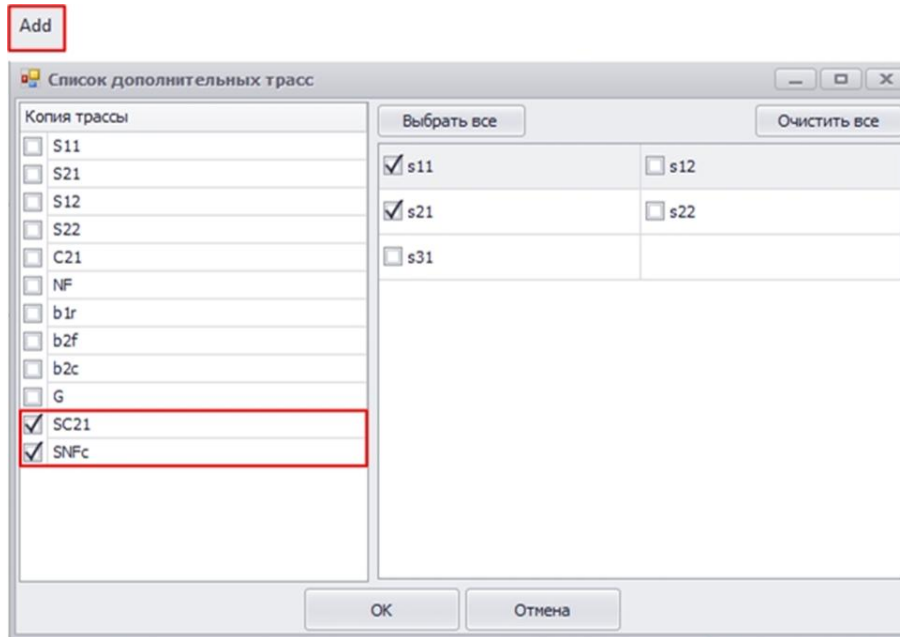

Рис. 15. Создание измерительных трасс для коэффициента шума и коэффициента преобразования
14. При необходимости отображения коэффициента преобразования, коэффициента шума, S-параметров на одной диаграмме, необходимо в окне измерения S-параметров создать необходимые измерительные трассы (рис. 15);